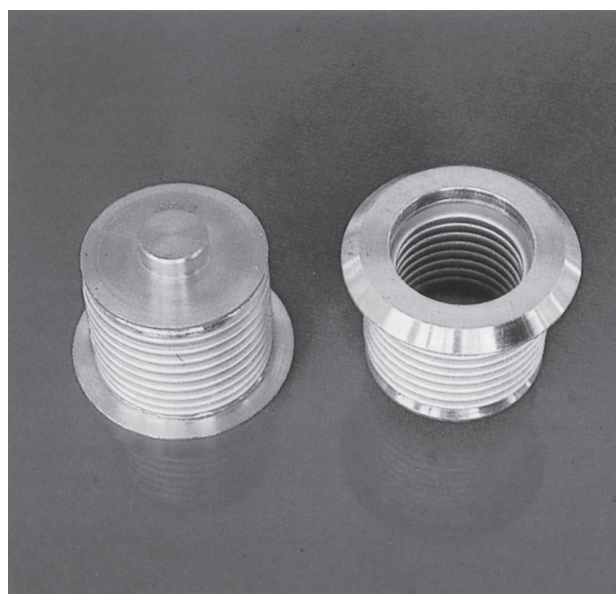

Figure 6
- soufflets et membranes métalliques (fig. 6)